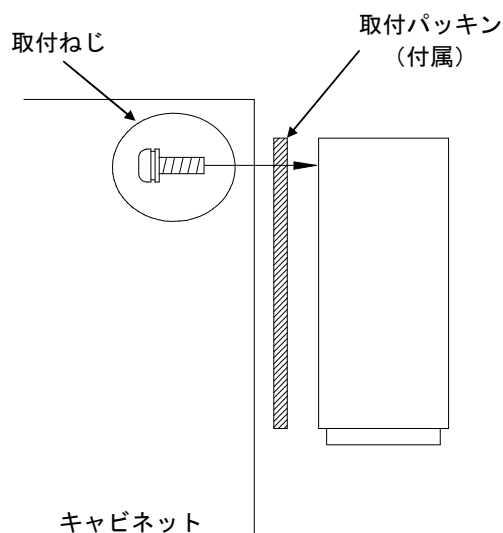

図 2
3. 付属の取付ねじ (M6 × 20) にてキャビネットへ確実に固定してください。(図 2)